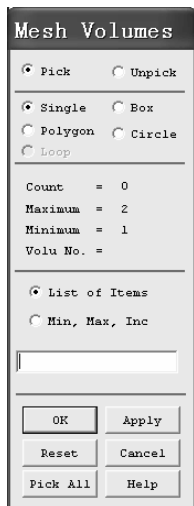

图 2-166 “Mesh Volumes” 窗口
(21) 在“Meshing Attributes”窗口下进行选择：在“[TYPE] Element type number”后的方框中选择“3 SOLID164”，在“[MAT] Material number”后的方框中选择“3”，然后单击“Meshing Attributes”窗口中的“OK”按钮。
(22) 在“MeshTool”窗口中，从“Mesh:”后的方框中选择“Volumes”，从“Shape:”后的单选框中选中“Hex”。
(23) 在“MeshTool”窗口中，单击“Mesh”按钮，弹出“Mesh Volumes”窗口（见图 2-166），鼠标光标变为向上的黑色箭头。